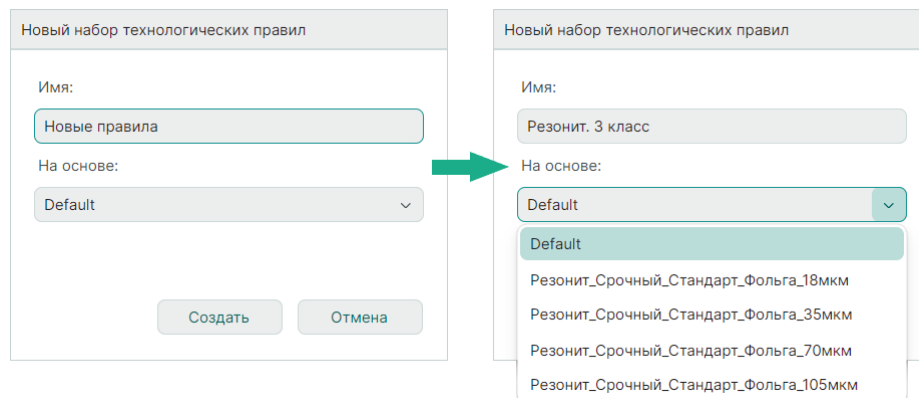

Рис. 515 Окно ввода имени новых технологических правил и выбора шаблона
2. В открывшемся окне «Новый набор технологических правил» ведите наименование новых правил (шаблона правил), в выпадающем списке шаблонов существующих правил выберите шаблон, на основе которого будут созданы новые правила, нажмите кнопку «Создать». По умолчанию выбран шаблон правил «Default», см. Рис. 515.